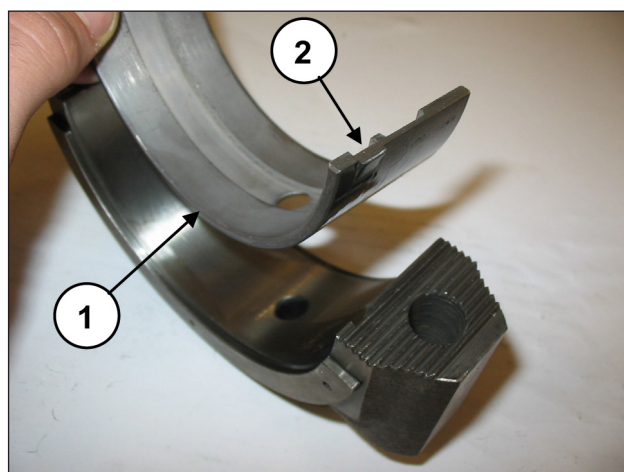
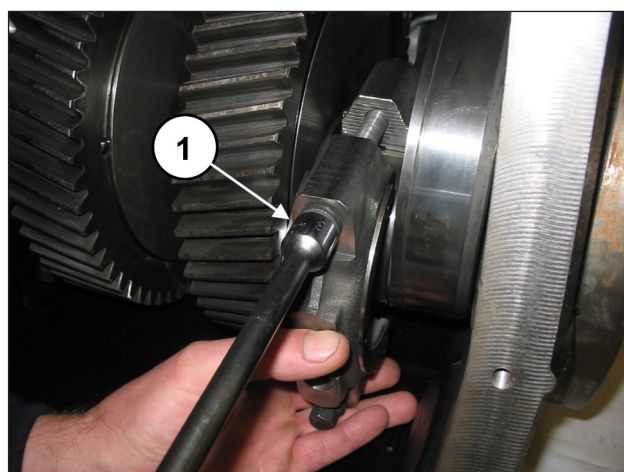

图 82
图 83
将下半轴承安装到连杆帽上(位置①, 图 82), 确保半轴承的基准平键定位在连杆帽的专用底座中(位置②, 图 82)。将连杆帽固定到半连杆, 可使用螺丝M12x1.25x87(位置①, 图 83)。